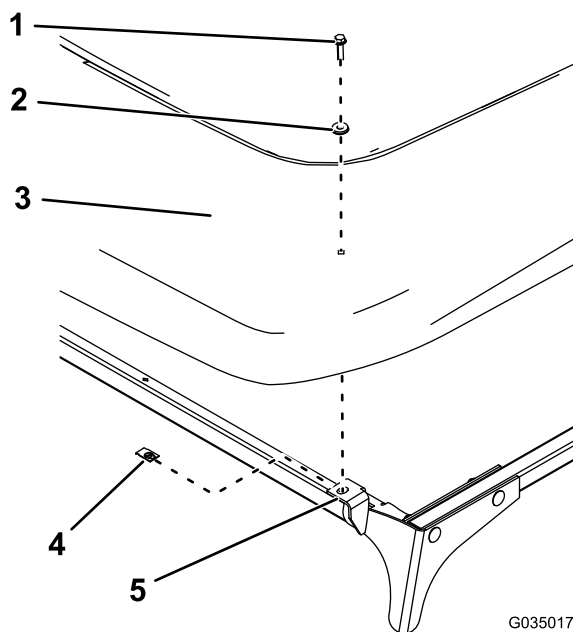

Рисунок 15
17. Установите солнцезащитный навес на передние пластины, используя два зажима, две уплотнительные гайки и два болта с шестигранными фланцевыми головками ($\frac{1}{4}$ x 1 дюйм), как показано на Рисунок 15.